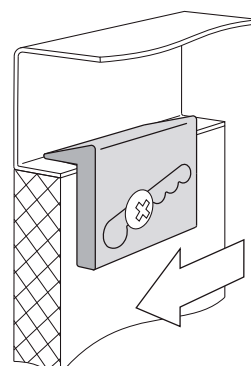

рис. 3
3. Надеть на саморезы крепежи и движением крепежа по саморезу (рис.3), вдоль наклонного паза, зафиксировать последовательно всеми крепежами мойку на подстолье.